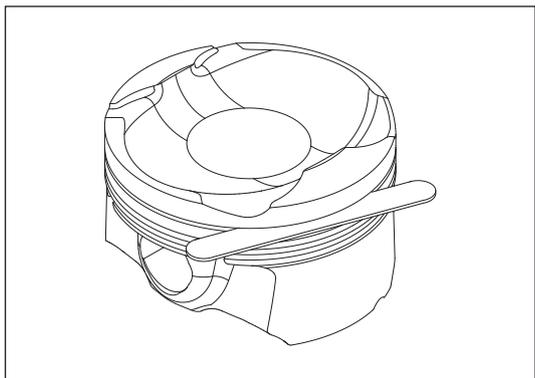

Рис. 13-2-6. Проверка поршневых колец и канавок для колец
- (4) Проверка зазора между поршнем и цилиндром
- (5) Проверка поршневых колец и канавок поршневых колец
- а) При помощи измерительного щупа измерить латеральный зазор канавки поршневого кольца, как изображено на рис. 13-2-6.